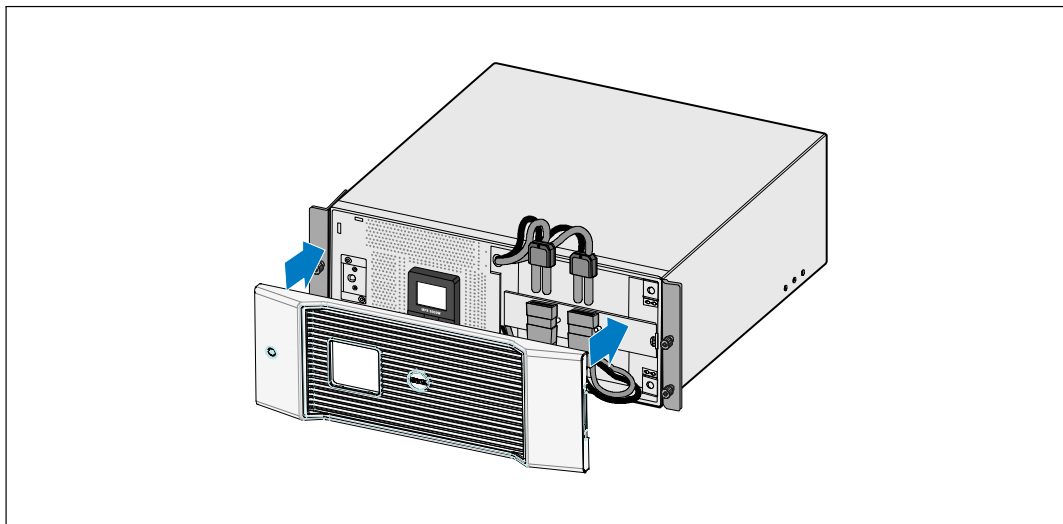

図 26. UPSのフロントカバーの取り外し方法
- 5 UPSのフロントカバーを取り外します（図 26を参照）。